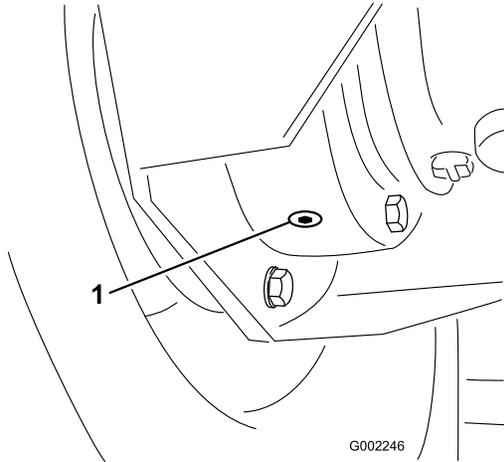

Рисунок 81
- Поместите поддон под внутреннюю пробку сливного отверстия и снимите ее (Рисунок 81).